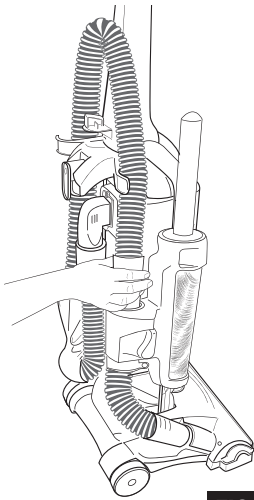

FIG. 10
**Step 1:** To use accessories, remove hose from the top of the self-cleaning duster by lifting up and twisting (FIG. 10).
**Paso 1:** Para usar los accesorios, retire la manguera de la parte superior del plumero autolimpiador levantándola y girándola (FIG. 10).